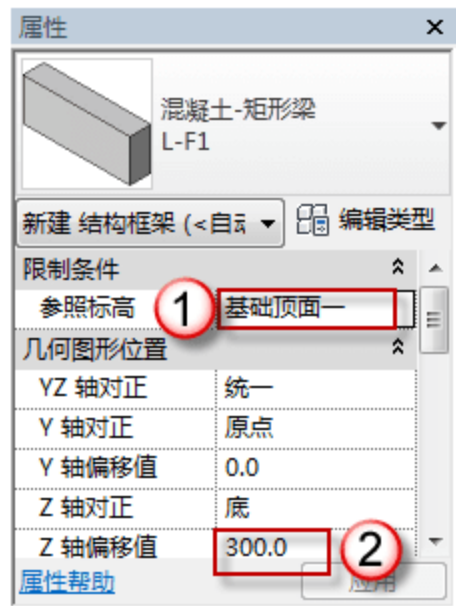
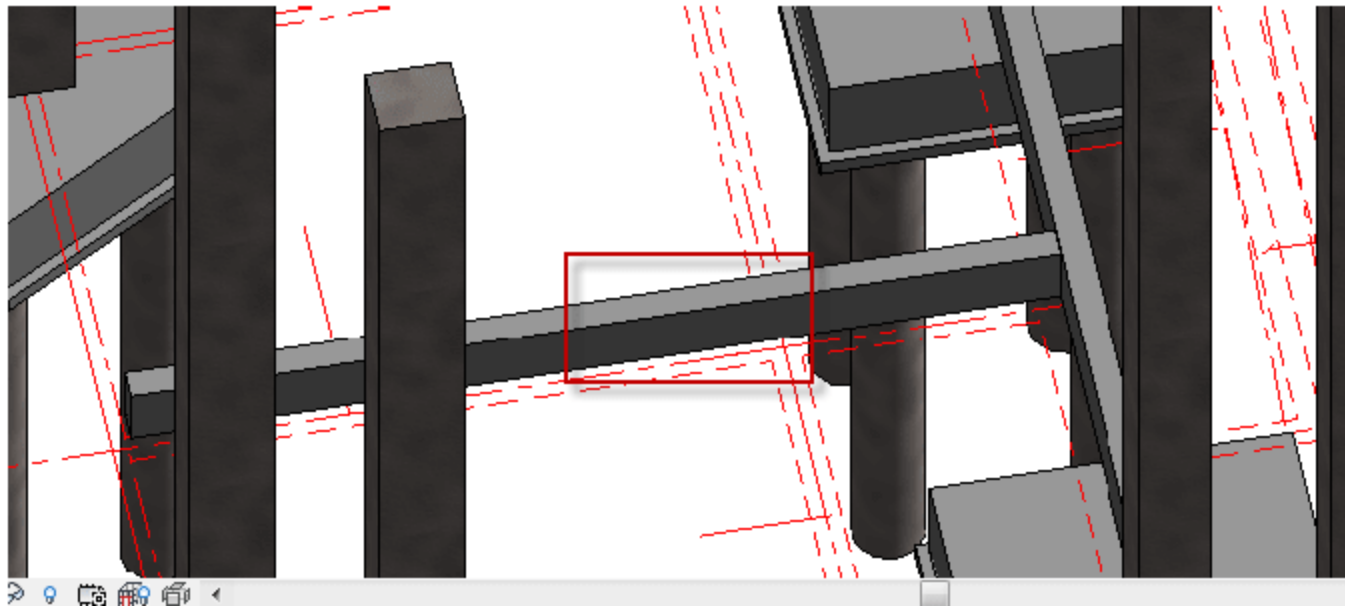

图 3.1.68 设置 Z 轴偏移值
图 3.1.69 绘制 L-F1
(17) 绘制 L-F1。选择“结构”→“梁”命令，在“属性”面板中调整参数标高（基础顶面一），Z 轴偏移值 300 个单位，如图 3.1.68 所示。找到 L-F1 的位置从一侧向另一侧绘制，如图 3.1.69 所示。